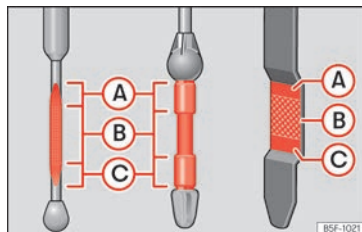

Abb. 238 Ölmesstab
- Den Messstab anschließend wieder herausziehen und den Ölstand ablesen »» (Abb. 238). Füllen Sie gegebenenfalls Motoröl nach.
- Wenn der Ölstand mindestens den Bereich »» **[Abb. 238]** **(B)** erreicht hat, vorsichtig den Deckel des Einfüllstutzens aufschrauben »» **⓪**.